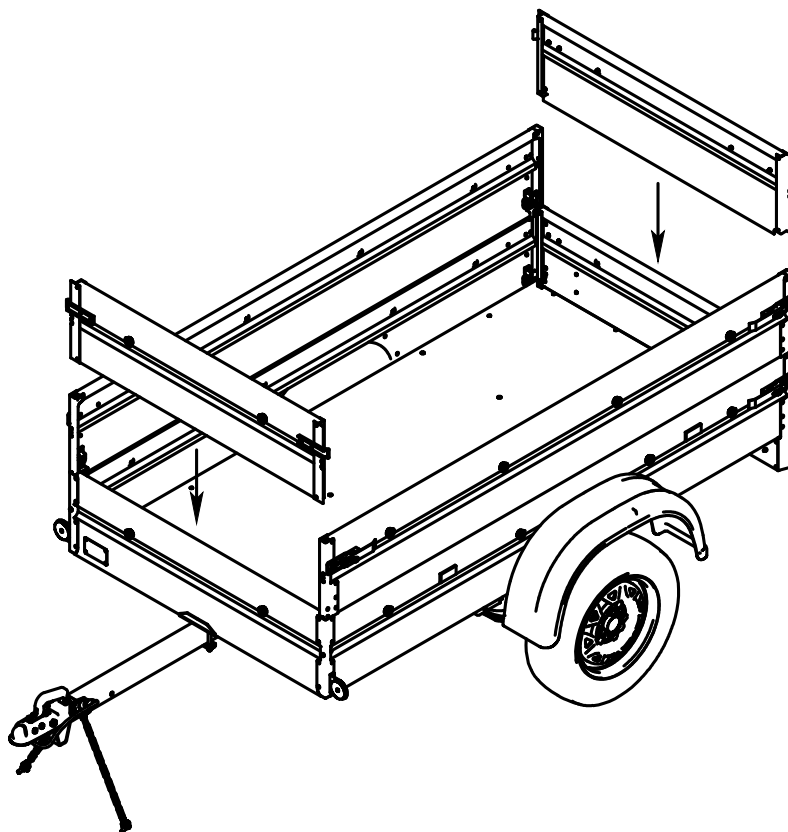

Рис.4
5.7. Поочерёдно установите борта 817710.102-03.07.000 на передний и задний борта прицепа (рис.4) фиксируя их с помощью бортовых замков.